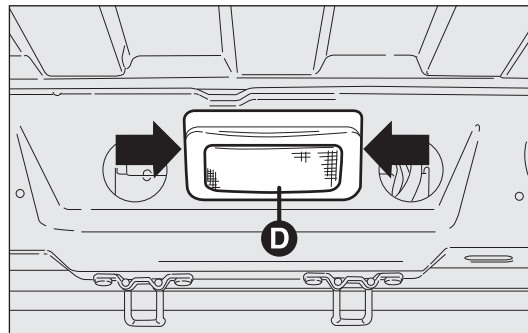
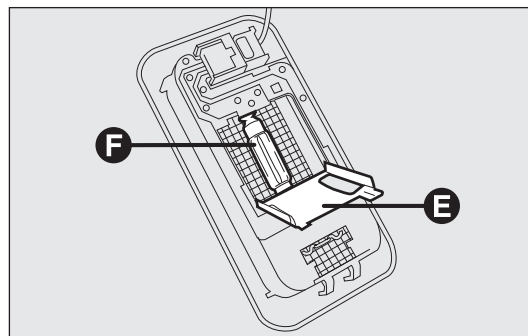

fig. 202
fig. 203
- Ta bort takbelysningen D-fig. 202 vid punkterna som markeras med pilarna.
- Öppna skyddslocket E-fig. 203.
- Byt ut lampan F-fig. 203 genom att lossa den från sidokontakterna. Sätt i den nya lampan och se till att den fästs korrekt mellan kontakterna.
- Stäng skyddslocket E-fig. 203, fäst takbelysningen D-fig. 202 och se till att den sitter fast ordentligt.